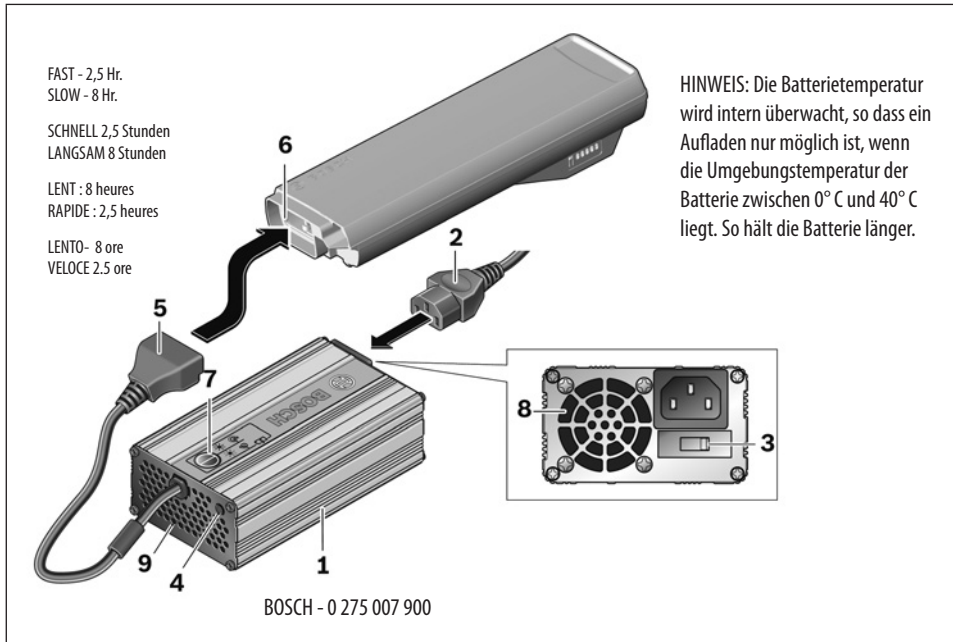

Abbildung 6.
Siehe Abbildung 6. Nehmen Sie die Batterie aus dem Gepäckträger. Bringen Sie sie in einen geschlossenen Raum und laden Sie sie bei Raumtemperatur auf. Stellen Sie sicher, dass das Ladegerät (1) für die richtige Spannung (2) eingestellt und mit der Wandsteckdose (3) verbunden ist. Wenn das Ladegerät bereit ist, leuchtet die LED-Anzeige (4) auf. Verbinden Sie den Anschluss vom Ladegerät (5) mit dem Batterieanschluss (6). Wählen Sie die Ladegeschwindigkeit "LANGSAM" oder "SCHNELL" mit dem Schalter (7) an der Oberseite des Ladegeräts. Lassen Sie die Batterie so lange am Ladegerät, bis sie vollständig aufgeladen ist. Stellen Sie sicher, dass die Belüftungsöffnungen des Ladegeräts (8) während des Aufladens frei sind. Decken Sie die Batterie und das Ladegerät nicht ab.